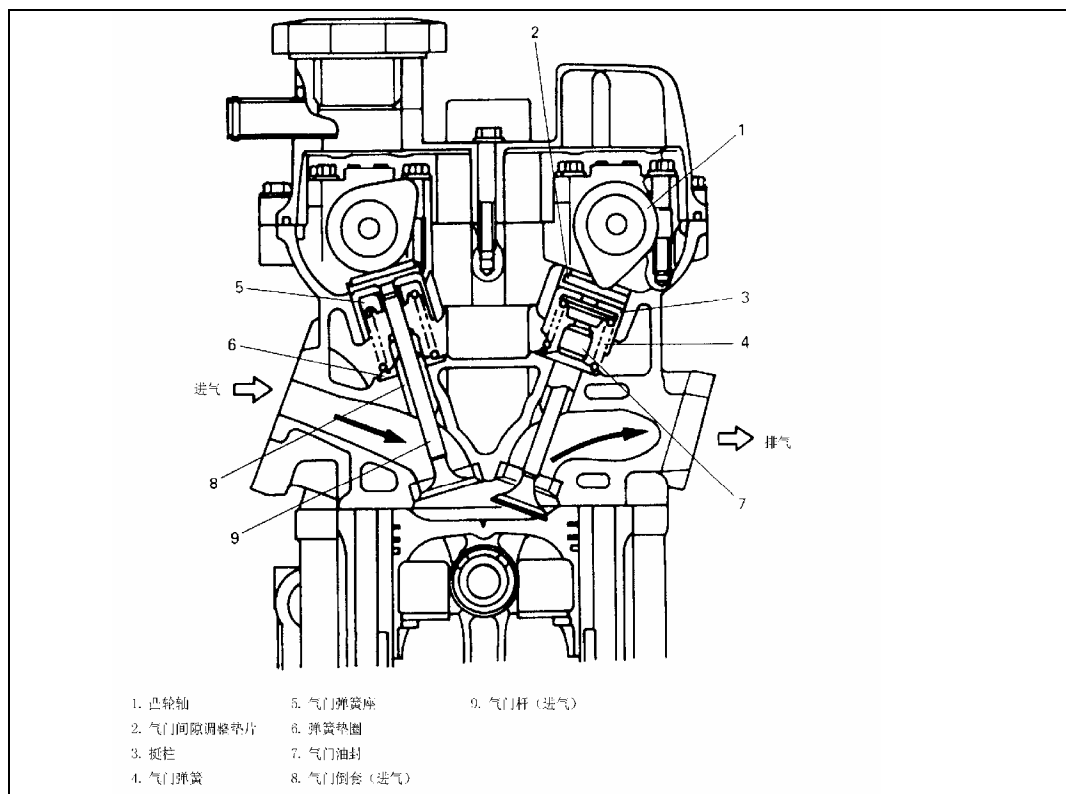

Рис. 4-2.
**\* Характеристики двигателя (Рис. 4-2).**